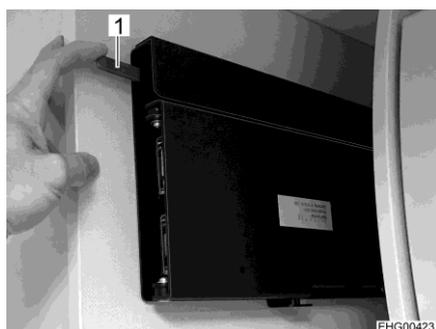
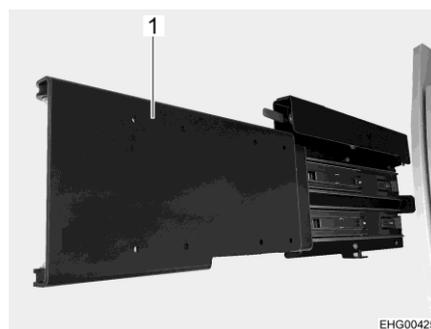

Fig. 92 Sbloccaggio della base estraibile
Fig. 93 Base estraibile (estratta)
- Premere la leva rossa (Fig. 92,1) verso il basso ed estrarre la base estraibile (Fig. 93, 1). Lo schermo piatto si affaccia nel vano abitabile.